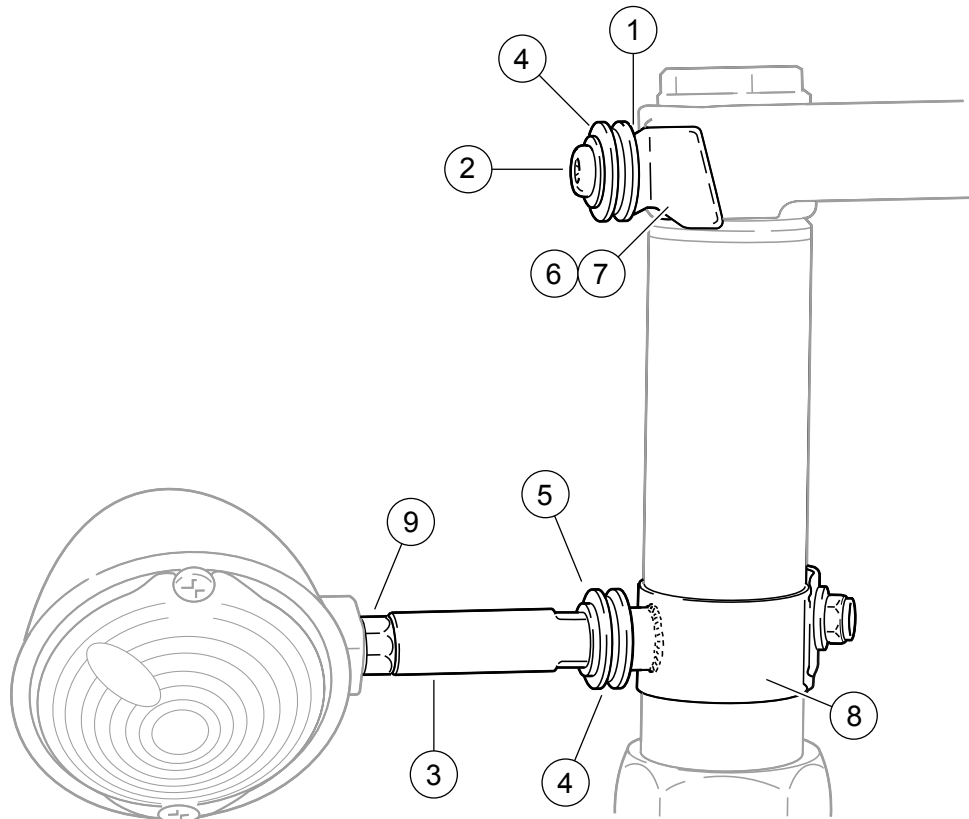
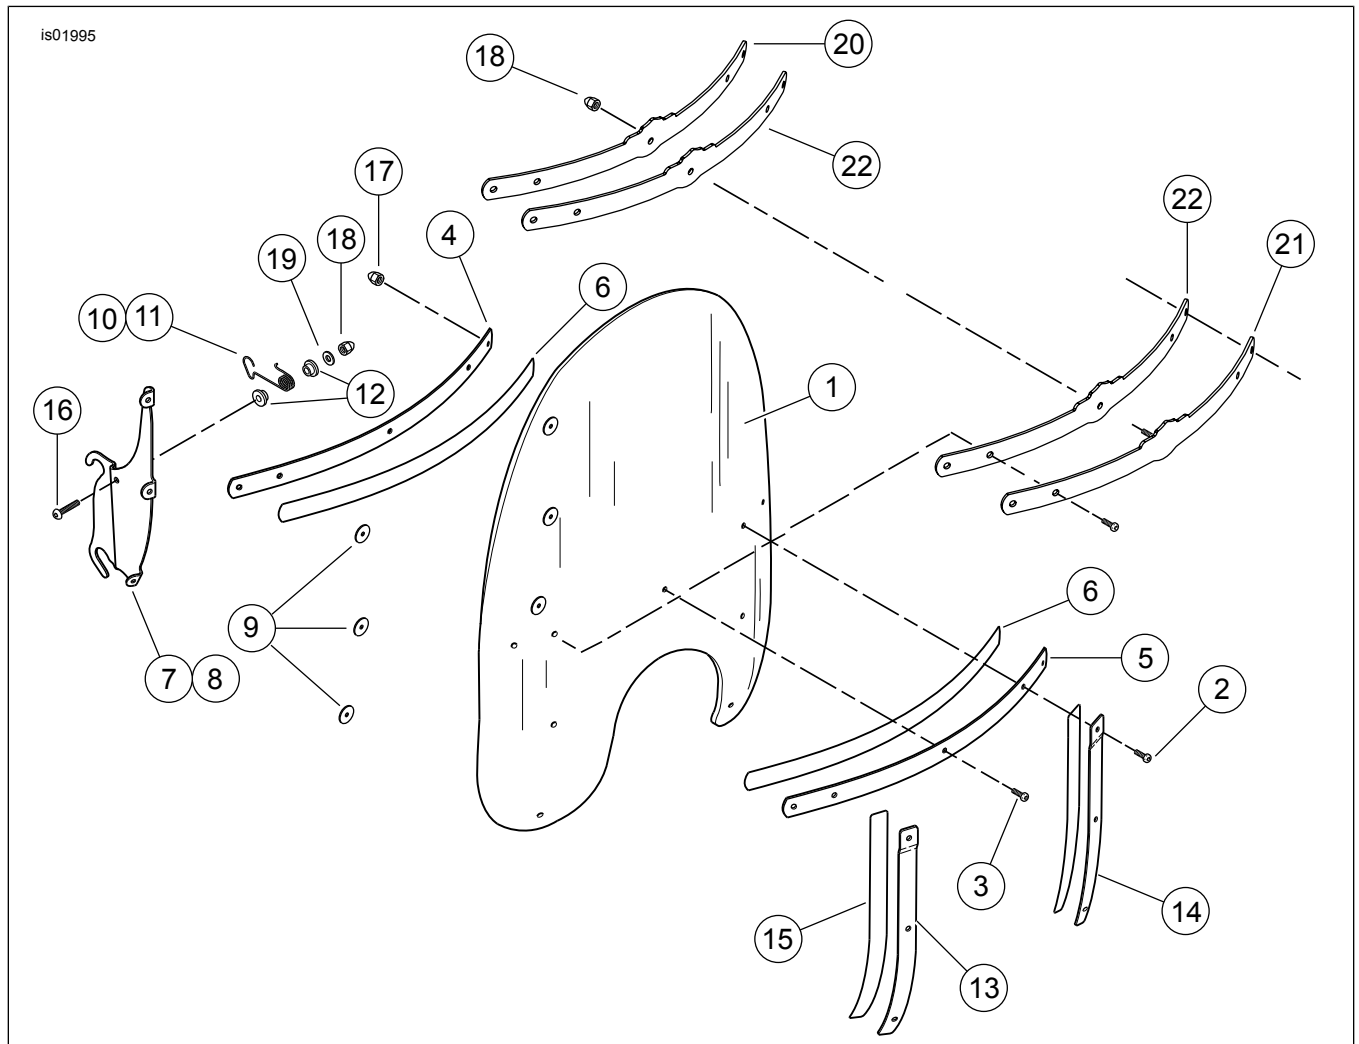
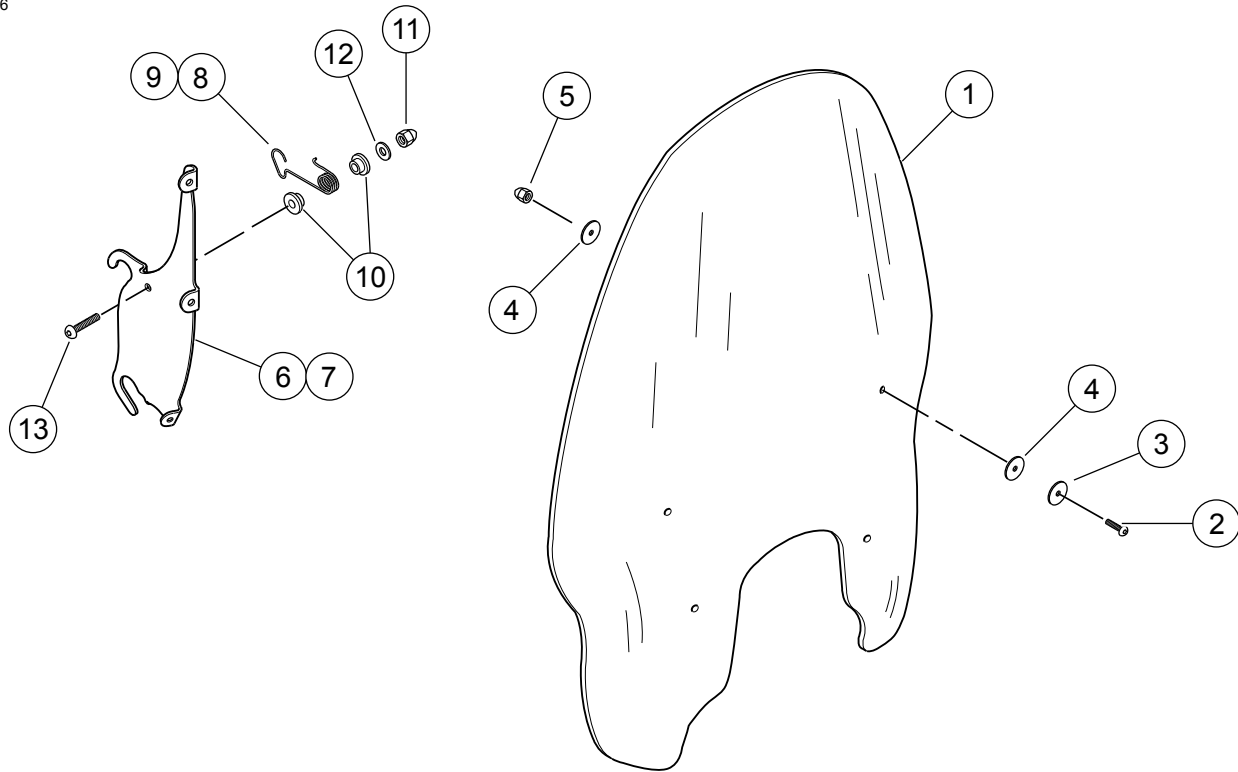

Figure 5. Pièces de rechange : Visserie d'ancrage
Figure 6. Pièces de rechange : Pare-brise
Figure 7. Pièces de rechange : Kits de pare-brise
Voir Figure 5, Tableau 2 et Figure 6, Tableau 3 et Figure 7, Tableau 4.
3. **Sur tous les modèles sauf FXSTB :** Retirer le feu de direction du côté droit du guidon (côté frein). Retirer le réceptacle à bille du feu de direction. Installer la rondelle-frein (12) et l'écrou borgne chromé (11) du kit sur l'extrémité du support du rétroviseur pour maintenir ce dernier en place.
7. Voir Figure 5. Assembler le matériel de montage du support de pare-brise inférieur comme indiqué dans l'illustration. Monter le matériel dans l'ordre suivant sans trop le serrer :
- a. Localiser le matériel de montage fourni dans le kit d'accessoires d'ancrage. Visser l'écrou de blocage (9) du kit de montage sur l'extrémité du support du feu de direction qui est opposé à l'extrémité dotée de méplats (3).
- c. Placer la rondelle plate (5) et la bague (4) sur le support.
- d. Visser le collier de serrage (8) sur le support.
8. Voir Figure 5. Assembler le matériel du support de pare-brise supérieur comme indiqué dans l'illustration et serrer les vis à tête bombée à un couple de 20 N·m (15 ft-lbs). L'entretoise (1), qui n'est pas visible sur la figure, se place entre le support de fil de retenue (6, 7) et le té de fourche triple supérieur.